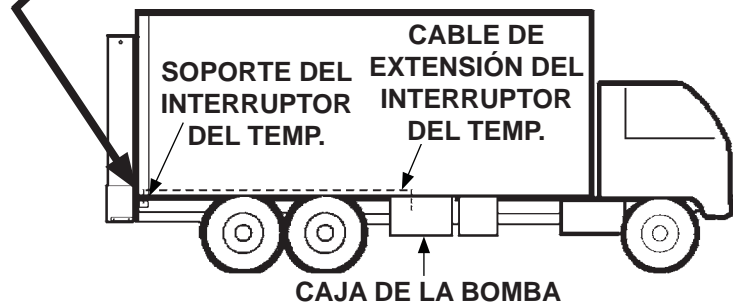

FIG. 15-1
9. Suelde el soporte del interruptor del temporizador (art. incluido en kit) al remolque (FIGS. 15-1 y 15-1A).
10. Instale y asegure el cable de extensión del interruptor del temporizador a lo largo del chasis hacia el soporte del interruptor del temporizador (FIG. 15-1).